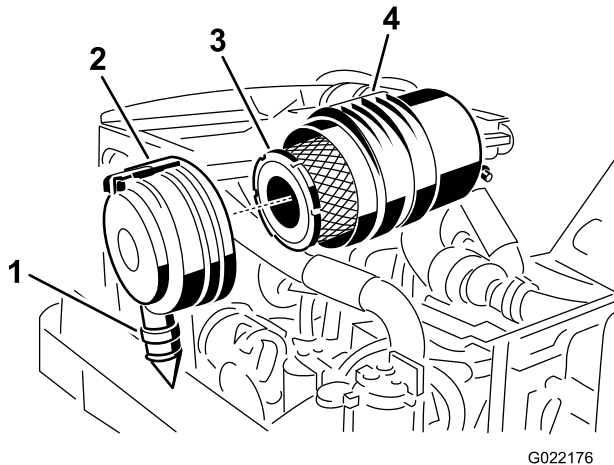

Figura 119
- Retire el filtro primario (Figura 119).